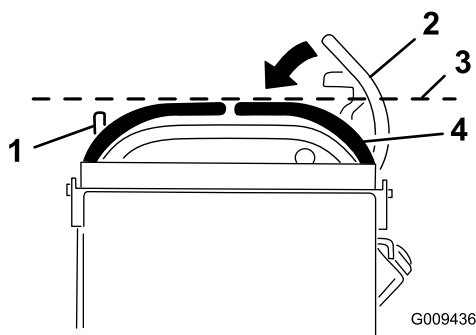

Figure 66
3. Abaissez le levier de commande de déplacement droit pour quitter la position de verrouillage au point mort (Figure 66).
4. Vérifiez s'il s'aligne horizontalement avec le levier de commande de déplacement gauche (Figure 66).